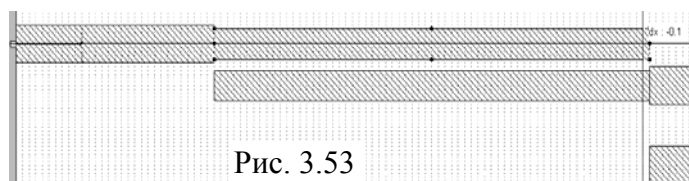

Рис. 3.53
- На скопированной структуре дважды щёлкните по верхнему проводнику первых связанных отрезков линии, установите курсор на ромб посередине правой стороны этого отрезка, нажмите левую кнопку мышки и сдвиньте эту сторону влево на **dx:-0.1** (рис. 3.53). Дважды щёлкните по нижнему проводнику этих связанных